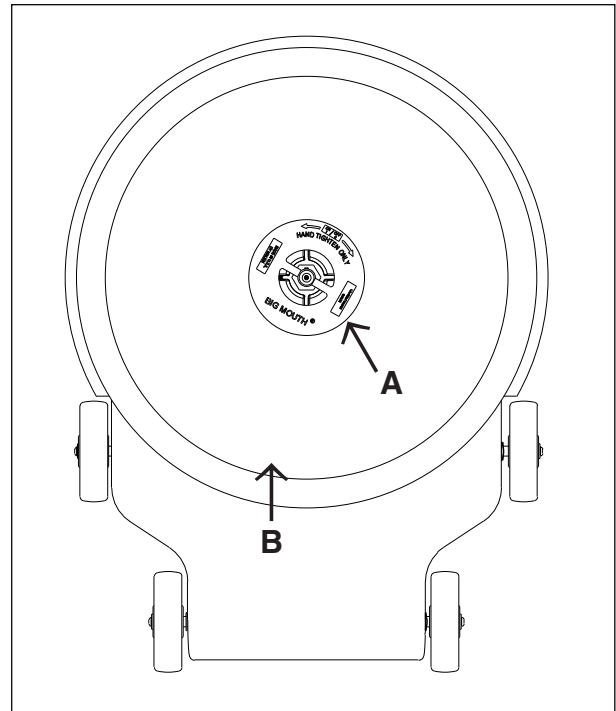

Figura 2
2. Coloque la empuñadura en el suelo de tal manera que la cara inferior de la máquina sea visible. Véase figura 2.
3. Destornille el portadisco (A).
4. Centre cuidadosamente el disco en el portadisco (B). Esto es importante para evitar vibraciones y ahorrar al operador un cansancio inútil.
5. Atornille de nuevo el portadisco (A).